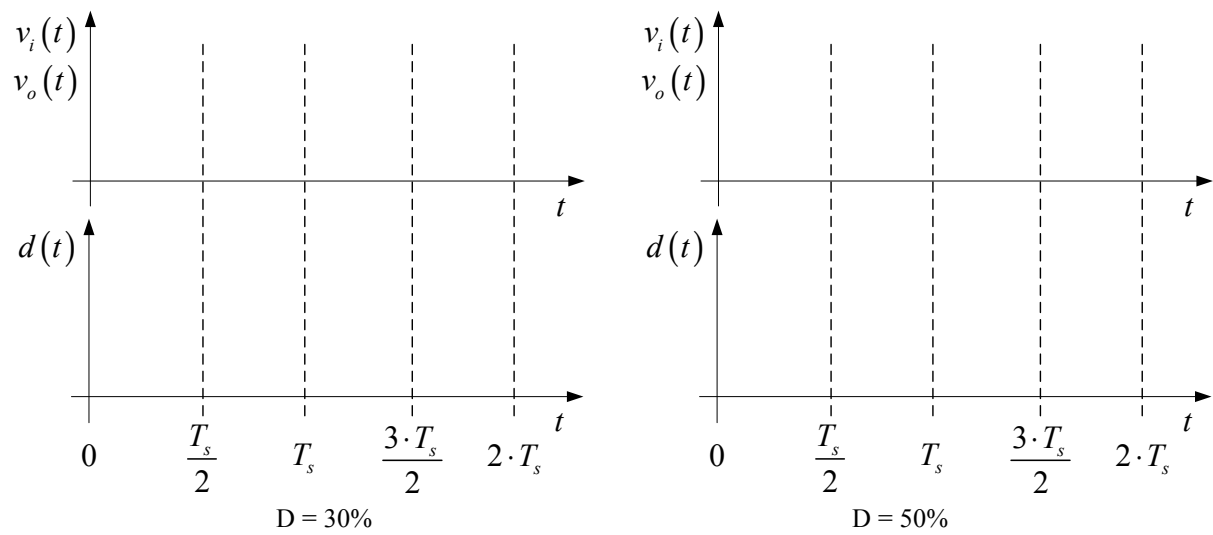

Figura 1 – Principais formas de onda do conversor cc-cc Buck.
- 1) Esboce as formas de onda observadas no osciloscópio na Figura 1.